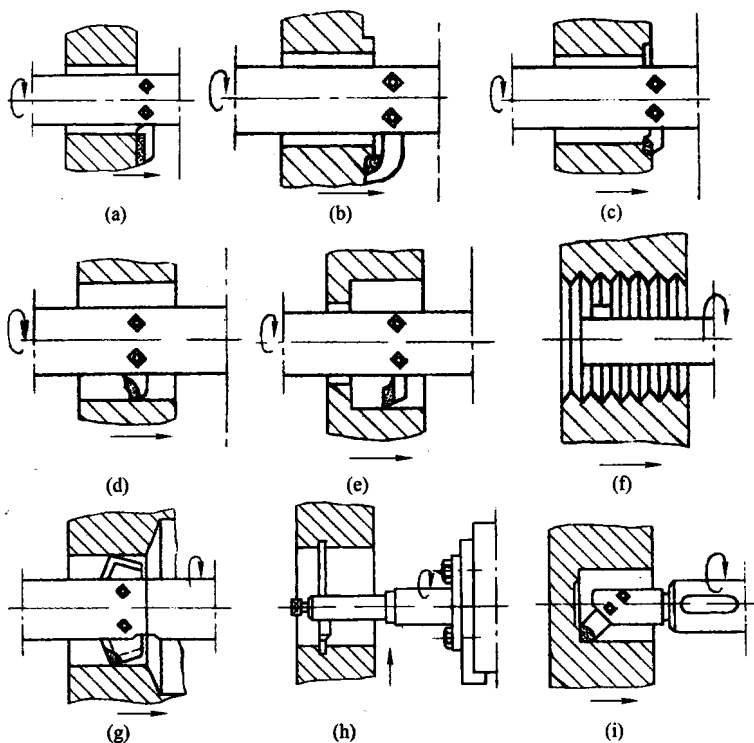

图 1-5 镗削加工方式
⑤ 镗床适用于精度较高的单孔和孔系加工，以及与孔相关面的切削加工，如图 1-5 所示，使用铣刀也可以进行铣削加工，主要用于箱体零件的孔系加工和平面加工。镗削是在镗床上由主轴带动镗刀旋转，工件与镗刀做相对运动所进行的切削加工。